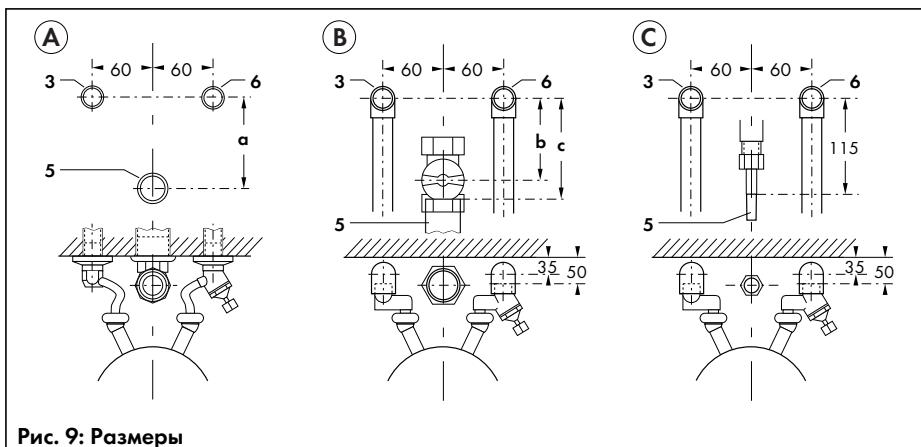

Рис. 9: Размеры
На рис. 9 показаны расположение и размеры подключений для следующих случаев монтажа трубопроводов:
- После определения места установки аппарата перед его монтажом следует проложить газопровод и трубопроводы холодной и горячей воды к точкам подсоединения аппарата или к соответствующей подсоединенности арматуре, как показано на рис. 9.